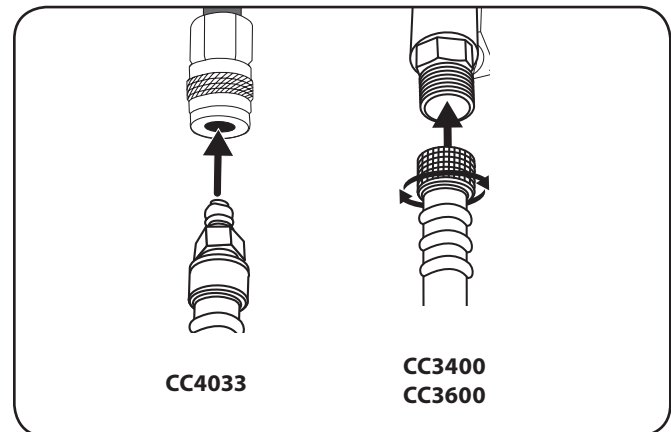

Figure 5-3
7. Conecte la manguera de alta presión a la salida de la bomba. Ver la Figure 5-3.